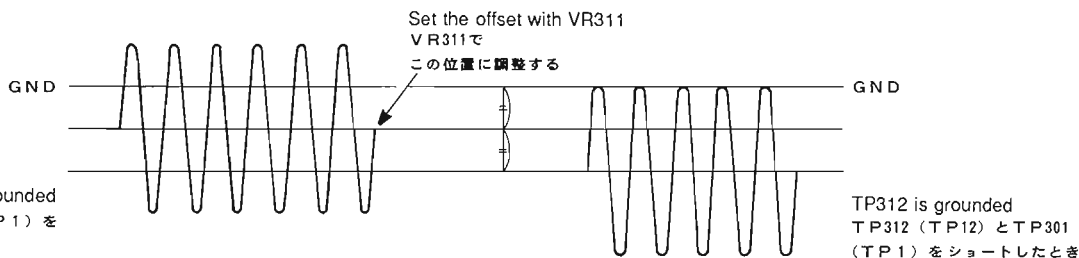

Fig. 5
- ③ Select Mode 3 (ref. page 14).
- ④ Adjust the voltage at TP312 to an offset value with VR308.
- ⑤ Set ground reference for CH1.
- ⑥ Short with jumper wire TP312 to TP301 (GND).
- ⑦ Note the DC center level of waveform at TP306 (oscilloscope CH1, refer to figure 5).
- ⑧ Remove the jumper wire between TP312 and TP301.
- ⑨ Using VR311 adjust DC center of waveform to half of that noted in item 7 (refer to figure 5).
- ⑩ Adjust voltage at TP312 using VR308.
- ① テストディスクTX911730 (SONY YEDS-18) をセットしてディスク装着用重りで固定する。
- ② オシロスコブのプローブのCH 1をTP306 (TP 6、トラッキングエラー) に、CH 2をTP312 (TP 12、オフセット補正) に接続する。
- ③ MODE 3 にする。
- ④ TP308にて、TP312 (TP 12) の電圧を下記の値に調整する。(Offsetを加える)
- ⑤ オシロスコブのCH 1のGNDレベルをセットする。
- ⑥ TP312 (TP 12) とTP301 (TP 1、GND) をリード線でショートしその時のTP306の波形のDCセンターレベルをメモする。
- ⑦ TP312 (TP 12) とTP301 (TP 1、GND) のジャンパーを外す。
- ⑧ TP306の波形のDCセンターずれが⑥でメモした値の1/2となるようにVR311で調整する。(Fig. 5)
- ⑨ VR308にてTP312 (TP 12) の電圧を下記の値に調整する。(Offsetを元に戻す)